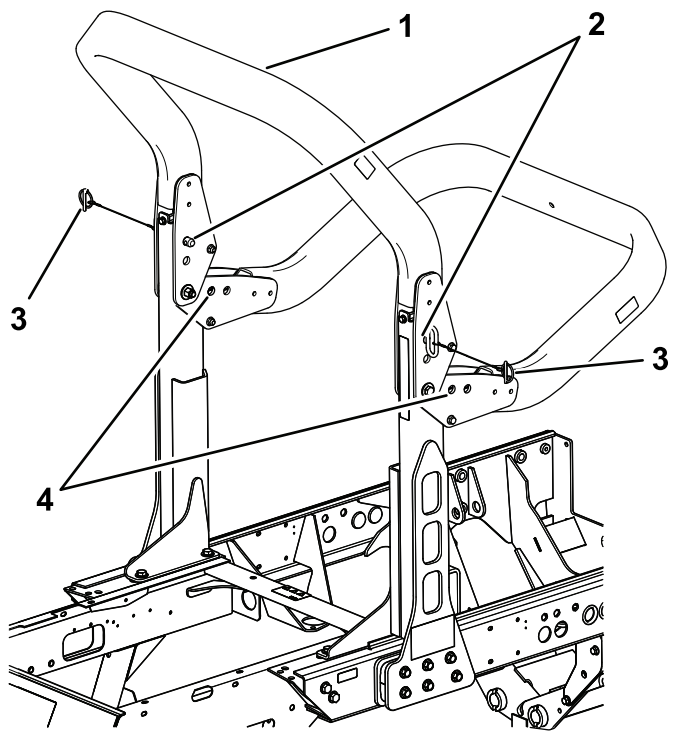

Figure 40
- Soutenez le poids du cadre supérieur de l'arceau de sécurité pendant que vous enlevez les goupilles de verrouillage et les axes de chape des supports de pivot (Figure 40).